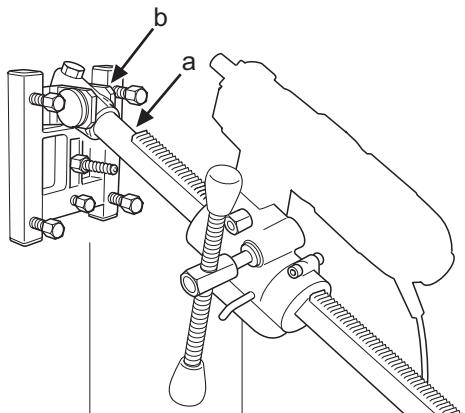

Fig. 9
2. Fissare la colonna di foratura all'attacco angolare della piattaforma. Serrare la vite di bloccaggio (a) con la chiave a brugola da 8 mm (fig. 9). Girare l'alloggiamento alimentatore di 180° e reinstallarlo sulla colonna di foratura. Reinstallare la foratrice nell'attacco rapido. La colonna di foratura può essere ruotata di 360° e bloccata nella posizione desiderata con la vite di bloccaggio (a).
2. Die Bohrsäule wird auf die Winkelbefestigung der Sohlenplatte montiert. Sicherungsschraube (a) mit dem 8-mm-Inbusschlüssel anziehen (Abb. 9). Der Bohrwagen wird um 180° gedreht und wieder auf die Bohrsäule gesetzt. Die Bohrmaschine wird wieder in die Schnellkupplung montiert. Die Bohrsäule kann um 360° gedreht und stufenlos mit der Sicherungsschraube (a) in der gewünschten Position arretiert werden.
2. Le pilier de forage se monte sur la fixation angulaire du piétement. Serrer la vis de blocage (a) à l'aide d'une clé hexagonale de 8 mm (Fig. 9). Le carter d'alimentation est pivoté de 180° et remonté sur le pilier de forage. La foreuse peut être remontée dans la fixation rapide. Le pilier de forage peut pivoter de 360° et être verrouillé en continu sur la position souhaitée à l'aide de la vis de blocage (a).
2. De boorkolom wordt op de hoeksteun van de bodemplaat gemonteerd. Zet de borgschroef (a) vast met een 8 mm inbussleutel (Fig. 9). Het toevuurhuis wordt 180° gedraaid en weer op de boorkolom vastgezet. De boormachine wordt weer in de snelbevestiging gezet. De boorkolom kan 360° draaien en wordt traploos in de desbetreffende stand vastgezet met de borgschroef (a).